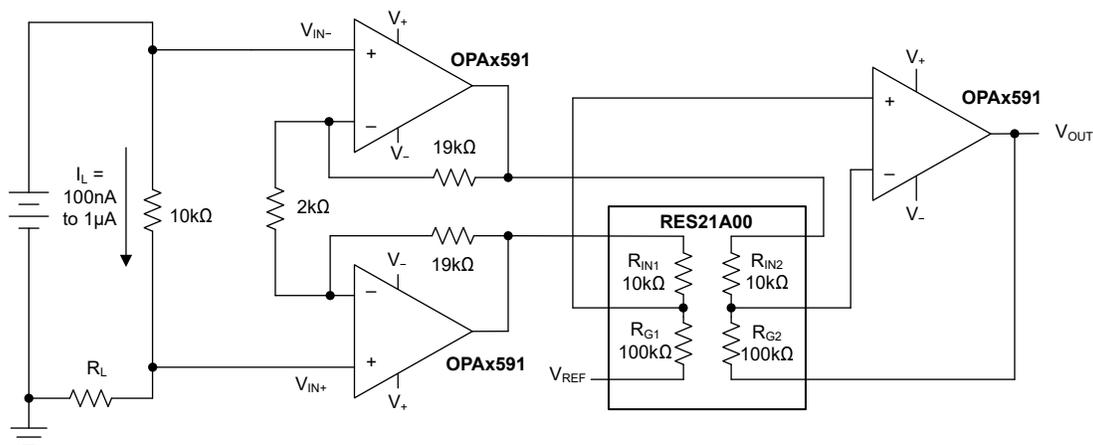
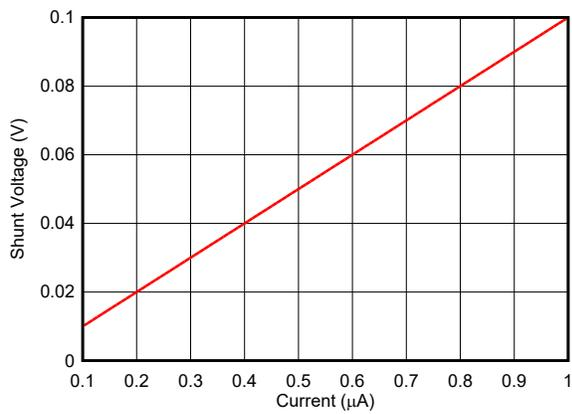

图 7-1. OPAx591 仪表放大器和 RES31A
图 7-4. 分流电阻器上的电压
此应用使用德州仪器 (TI) 的 RES31A 匹配电阻器芯片。与分立式 0.1% 电阻器相比，这些电阻器可提供出色的匹配和温漂。电阻器匹配对于实现高共模抑制和低增益误差至关重要。图 7-1 展示了最终电路。图 7-4、图 7-5 所示为电路结果。请注意，误差是室温下的仿真结果，具有典型的直流误差值和最坏情况下的电阻器匹配值。建议进行室温校准以实现更高精度的测量。